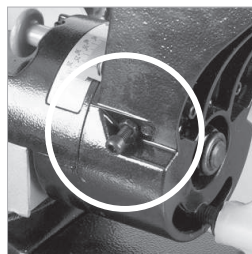

Fig. 16
- Utilice una llave hexagonal para apretar o soltar el tornillo de ajuste según proceda. **(Fig. 16)**